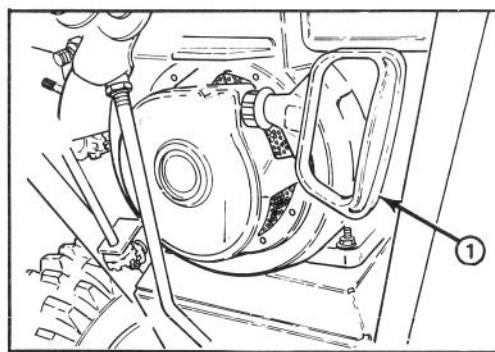

Abbildung 13
**Rücklaufstarter** (Abb. 13)—Der Rücklaufstarter befindet sich hinten am Motor und wird zum Starten des Motors herausgezogen.